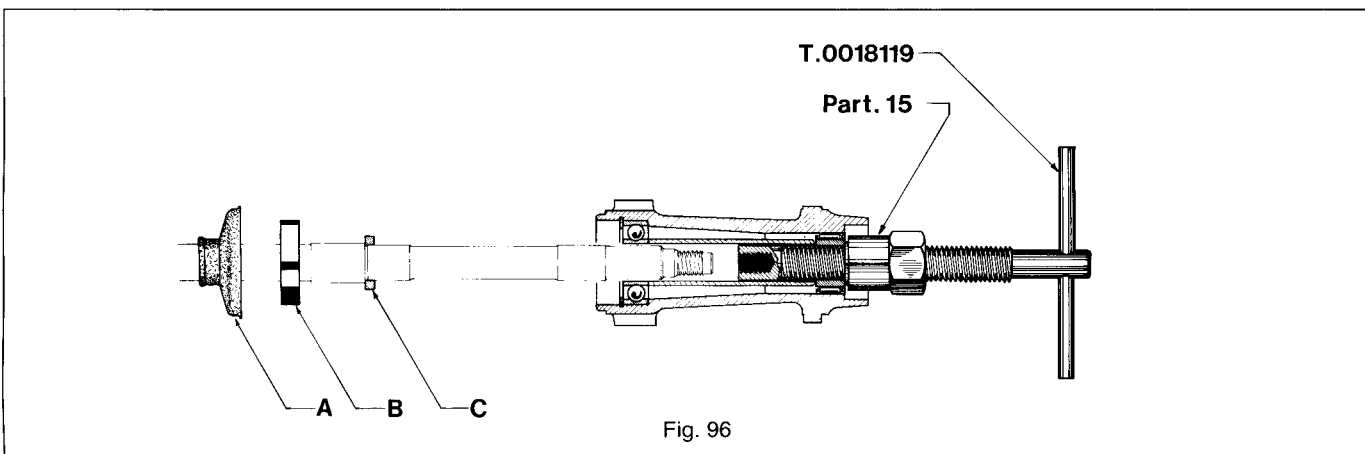

Fig. 96
Fig. 96-97 - **Mozzetto ruota sul semiassse:** predisporre sul semiassse lo scodellino parapolvere «A», l'anello di tenuta «B» e il distanziale «C» (fig. 96) quindi montare il mozzetto come di seguito descritto:
3) - Posizionare l'anello di tenuta «B», il parapolvere «A» (fig. 96) e l'anello di tenuta esterno.